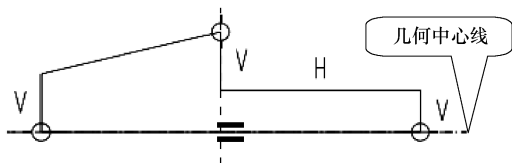
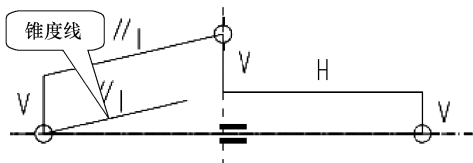

图 4-122 截面图形
图 4-123 锥度斜线
(1) 使用缺省模板，新建名为“liti4-6.prt”的实体模型文件，进入设计窗口。
(2) 单击【基础特征】工具栏中的【旋转】按钮，弹出【旋转】操控板。
(3) 单击【放置】按钮，弹出【放置】下滑面板，单击【草绘】收集器右侧的【定义】按钮，弹出【草绘】对话框。
(4) 在图形区选取“FRONT”基准面作为草绘平面，其余选项使用默认设置，单击【草绘】按钮，进入草绘界面。
(5) 绘制截面图形如图 4-122 所示，使用【直线】工具绘制锥度辅助线，并约束其与欲绘制的锥度斜线平行，如图 4-123 所示。